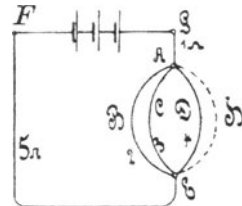

Fig. 13.
78. Gegeben sind 3 [5] (10) hintereinander geschaltete Elemente von je 1,1 [1,8] (1,47) V elektromotorischer Kraft und einem inneren Widerstand von 1,2 [0,24] (0,2)  $\Omega$ . Die Widerstände des äußeren Kreises sind (Fig. 13) GA = 1 [2] (3)  $\Omega$ , ABE = 2 [3] (2,5)  $\Omega$ , ACE = 3 [4] (3,5)  $\Omega$ , ADE = 4 [5] (6)  $\Omega$  [AHE = 6  $\Omega$ ] und EF = 5 [7] (0,6)  $\Omega$ . Der Punkt G ist zur Erde abgeleitet, wodurch erreicht wird, daß das Potential in G Null ist.